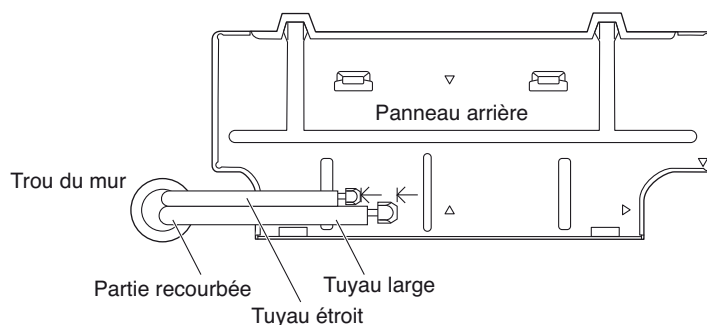

Fig. 38a
- (1) Faites passer la tuyauterie et le tuyau de drainage à travers le trou du mur en les faisant dépasser d'une longueur suffisante pour permettre leur raccordement. Recourbez la tuyauterie à l'aide d'un outil pour pouvoir effectuer le raccordement (Fig. 38a).
- (2) Changez le bouchon et le tuyau de drainage de côté.